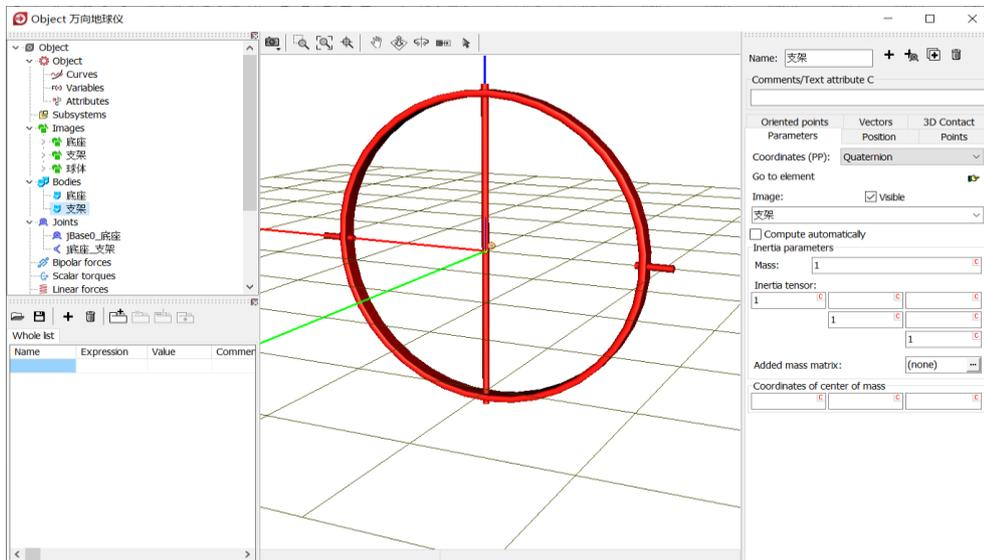

图 2-29
- 3) 选中左侧模型树中的 **Bodies**（其实选中任意一个刚体都行），然后在交互界面点击按钮 **+**，如图 2-29。这里也可以选中 **Bodies**，点右键，选择菜单 **Add element to group “Bodies”**。